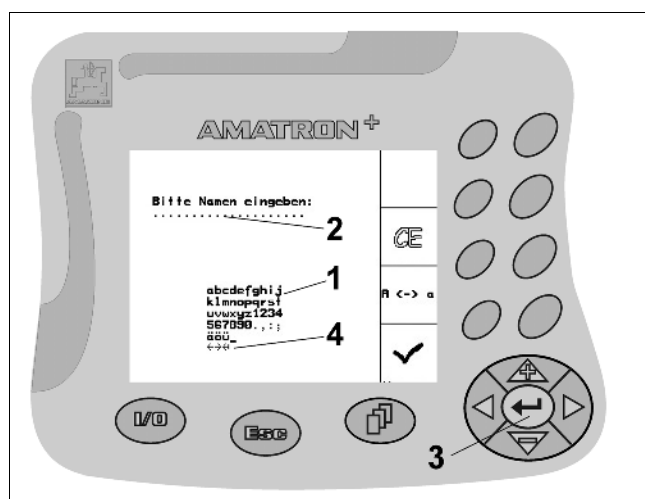

Fig. 13
Si fuese necesario el ingreso de textos y de cifras en el **AMATRON⁺** aparece el Menú de Ingreso (Fig. 13).
En la parte inferior de la pantalla aparece un campo de selección (Fig. 13/1) con letras, cifras y flechas de las que se compondrá la hilera de ingreso (Fig. 13/2) (texto o cifra).
-  Selección de letras o de cifras en el campo de selección (Fig. 13/3).
-  Aceptar la selección (Fig. 13/3).
Las flechas  en el campo de selección (Fig. 13/4) permiten un movimiento en la hilera de texto.
La flecha  en el campo de selección (Fig. 13/4) borra el último ingreso.